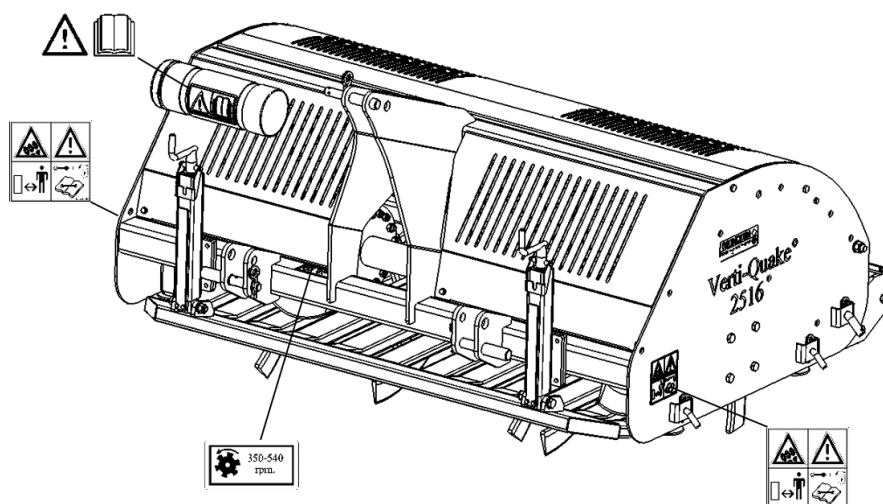

Fig. 6
På begge sider af Verti-Quake® er der på sidepanelet anbragt et sikkerhedsklistermærke (Fig. 6) med samme betydning. Dette sikkerhedsklistermærke skal altid være synligt og læseligt, og det skal udskiftes, hvis det bliver beskadiget.
(7) Placering af sikkerhedsklistermærker. (Fig. 6.)